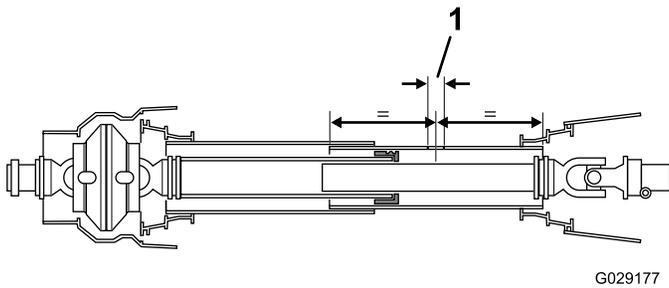

Figure 19
9. Percez un trou de 25 mm de diamètre dans une paroi seulement du tube intérieur de la protection et éliminez les bavures (Figure 19).